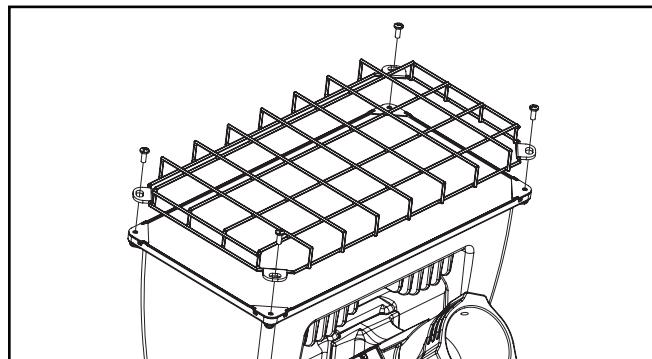

Figure 5.
### Wire Guard (Figure 5.)
1. Loosen and remove the existing (4) 10-24 Philips head screws on the face of the fixture and retain for future reference.
2. Align wire guard on top of lens clips matching the four existing holes. See Figure 5.
3. Retighten (4) 10-24 Philips head screws from step 1 to the face of the fixture.
### Protecteur de fil métallique (Figure 5).
1. Desserrez et retirez les quatre (4) vis à tête cruciforme 10-24 situées sur la face du luminaire et conservez-les.
2. Alignez le protecteur de fil métallique situé sur les pinces de lentille et correspondant aux quatre (4) trous existants. Voir figure 5.
3. Resserrez les quatre (4) vis à tête cruciforme 10-24 de l'étape 1 sur la face du luminaire.